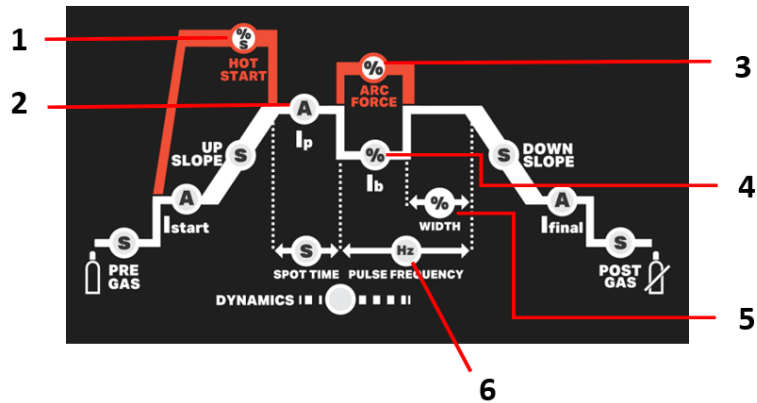

Fig. 1 – Parámetros MMA
Para TP 164-224 DC (Ver los Artículos de la Fig. 1)
- Ajustar el valor de la corriente al diámetro del electrodo (Fig.1 - 2), según la siguiente tabla, para ajustar las máquinas según el electrodo a utilizar e iniciar la soldadura.